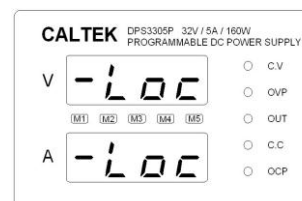

图 4. 锁定状态图
- (4). 面板按键锁定, 在仪器正常输出时可使用该功能, 该功能主要是为了避免在负载接通时调整输出电压给负载带来的危害, 使用面板键盘锁定时, 按下键盘锁定键(LOCK) 2 秒以上, 数码管显示“-Loc”, 表示面板键盘已被锁定, 键盘被锁定后, 操作面板时都会显示“-Loc”的提示, 所有按键均不起作用, 解锁时再次长按该按键, 即可回到正常状态, 如图 4 所示: